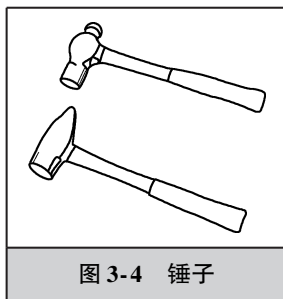

图 3-4 锤子
(3) 锤子 锤子有圆头和方头两种，其规格是以锤子本身的质量为计量单位规定的，如图3-4所示。